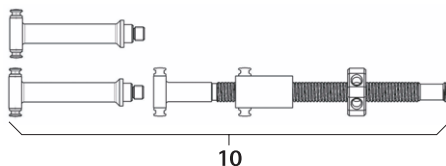

Fig. 15
- Montare il distrattore ad asta filettata **10**, vedere Fig. 15.